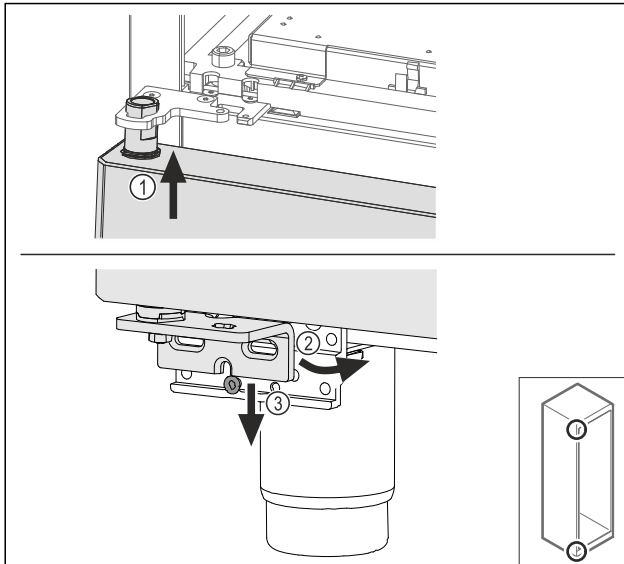

Fig. 68
- ▶ Зачепити двері зверху під нахилом Fig. 68 (1), вирівняти двері прямо Fig. 68 (2) і знизу встановити на гвинт Fig. 68 (3) опорного кронштейну.